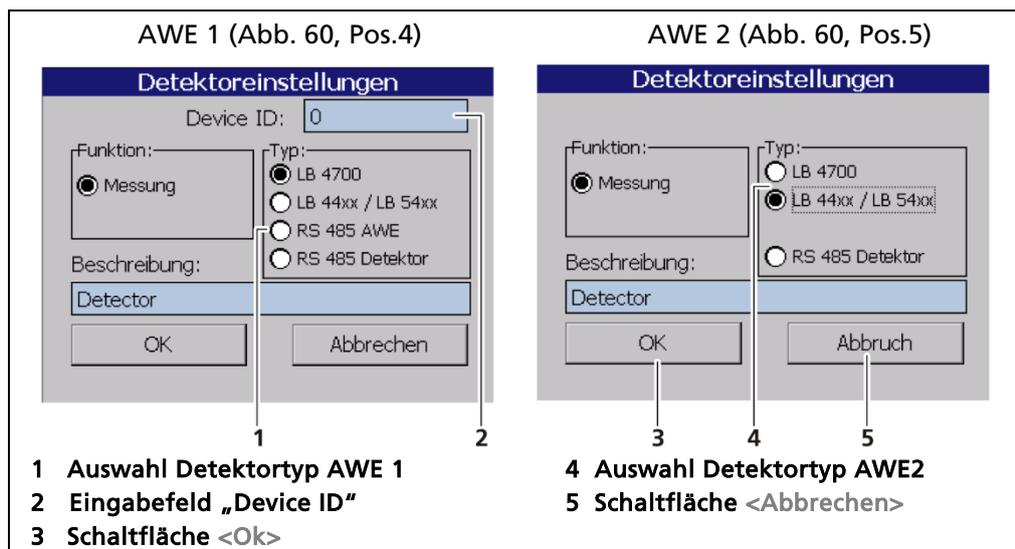

Abb. 61 Detektoreinstellungen AWE 1 und AWE 2
8. Klicken Sie auf das Eingabefeld Device ID (Abb. 61, Pos.2) und geben Sie die Device-ID der AWE 2 ein.